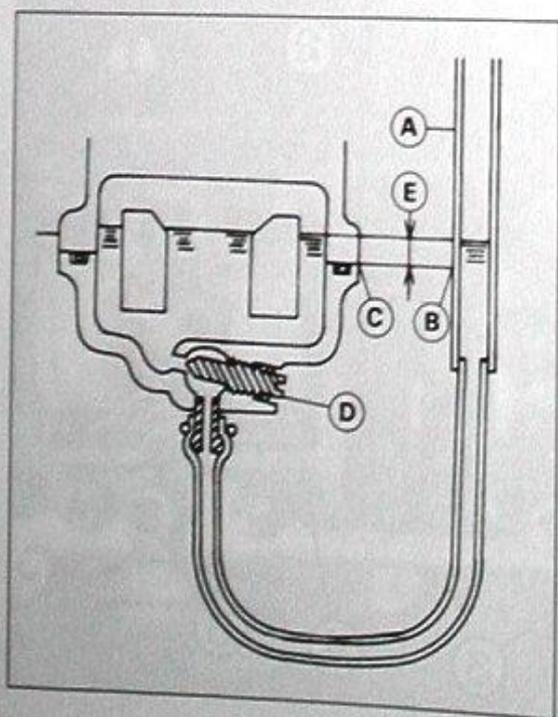

Bild 88
- Den transparenten Schlauch (5 mm Innendurchmesser) an Schwimmerkammerablass anschliessen und wie in Bild 88 gezeigt verlegen.